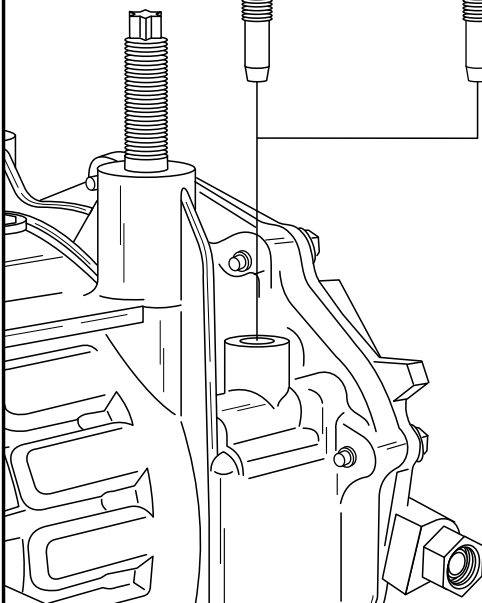

Figura 1
1. Remover el tornillo retenedor de la banda 2/4 (figura 1) e instala el tornillo indicador selectivo de la banda No.307-416.